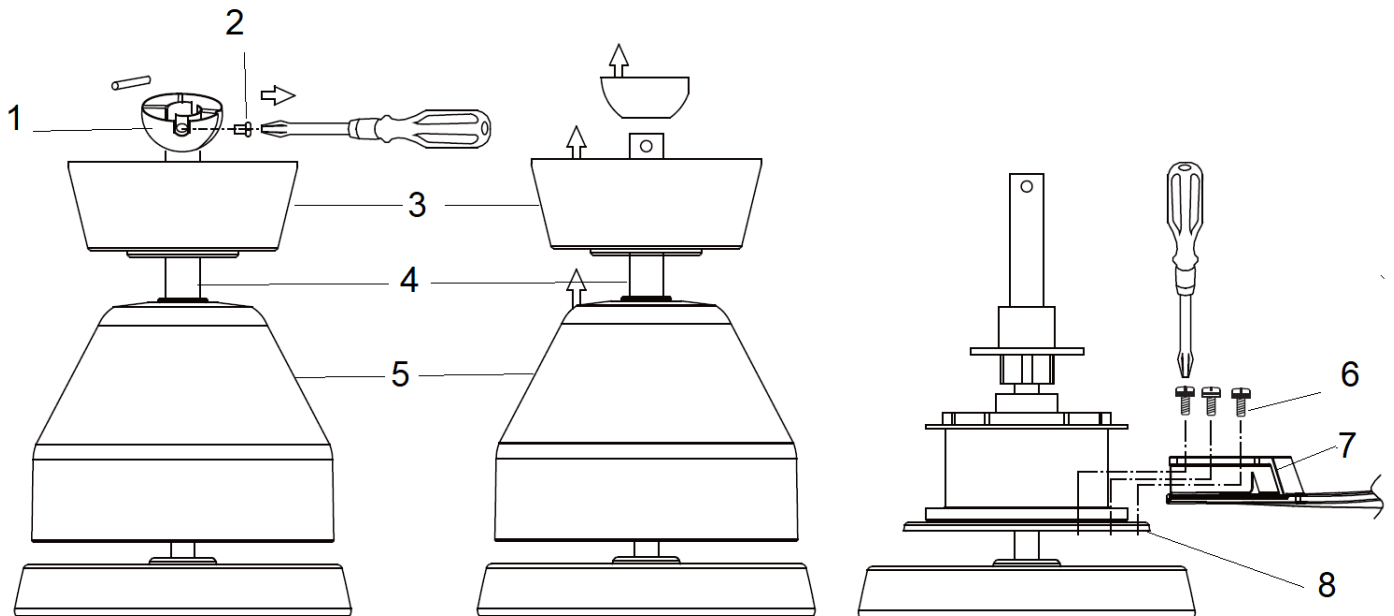

Fig. 6
### INSTALACIÓN DE LAS ASPAS (Fig. 6)
- Retire la junta de bola (1) aflojando el tornillo de fijación (2). Fig.6
- Retire el florón (3) y la carcasa del motor (5) de la varilla descendente (4).
- Fije el asa (7) al sujetador del asa (8) ajustando los 3 tornillos de las asas.